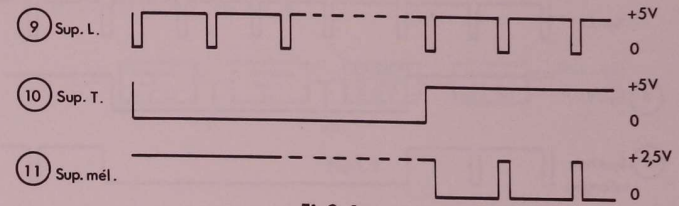

Fig3.4
La porte Nand Z1b a deux entrées et reçoit, d'une part la suppression ligne issue de Q7 et d'autre part la suppression trame issue du diviseur décodeur au plot (10). Le mélange des suppressions est disponible à la sortie (11) fig. 3.4.